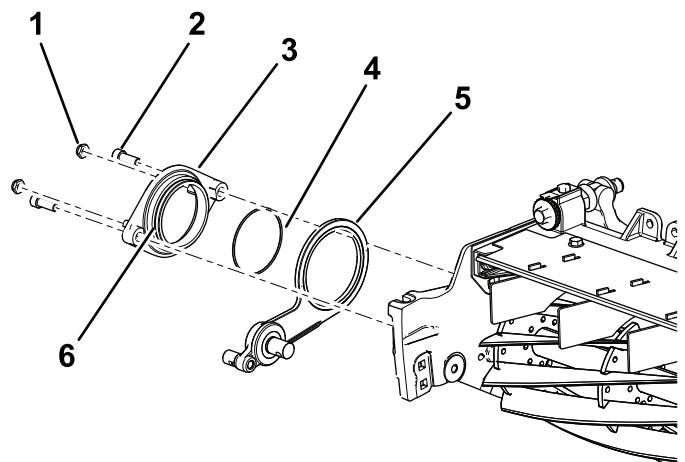

图9
3. 在枢轴轮毂组件外径上涂抹防粘剂（图9）。
4. 用2个六角螺栓 ( $\frac{3}{8} \times \frac{3}{4}$  英寸) 将枢轴轮毂固定到滚刀的怠轮总成上（图9）。
5. 将2个锁紧螺母松松地安装到枢轴轮毂上（图9）。